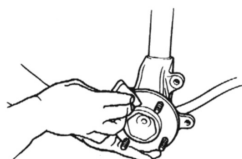

Fig. 3
- Enlever toute trace de rouille, cambouis ou bavure de la surface de montage de la bride du moyeu (Fig. 3).
7. Rimuovere la ruggine, lo sporco o le bave dalla superficie di montaggio della flangia del mozzo (Fig. 3).